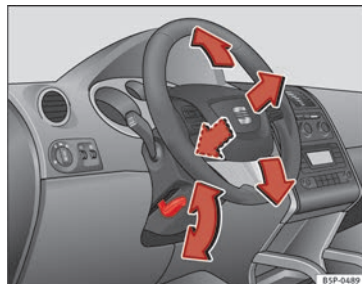

Abb. 3 Lenkradposition einstellen.
- Schwenken Sie den Hebel »» Abb. 3 unter der Lenksäule nach unten »» ⚠.